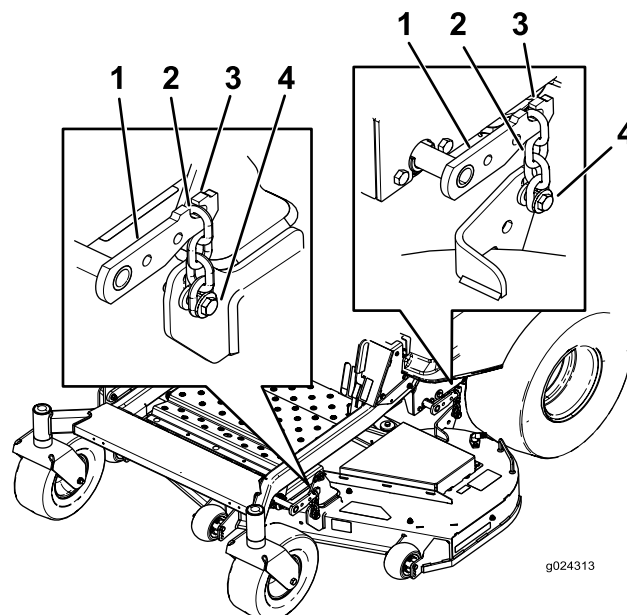

Figure 76
3. Détachez les chaînes des crochets sur les bras de relevage du plateau (Figure 76).
6. Soulevez l'arrière du plateau de coupe et accrochez les chaînes aux bras de relevage arrière (Figure 76).
7. Accrochez les chaînes avant aux bras de relevage avant (Figure 76).